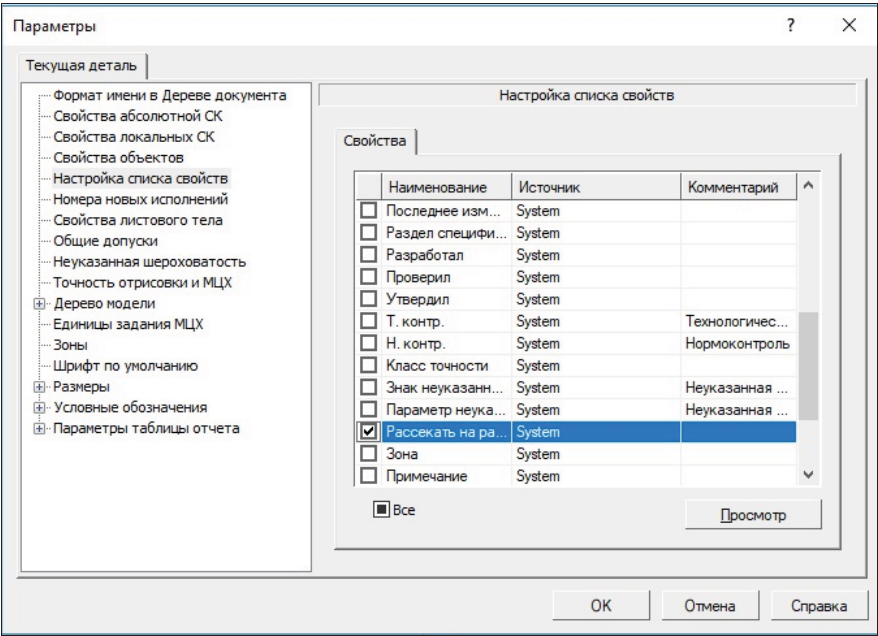
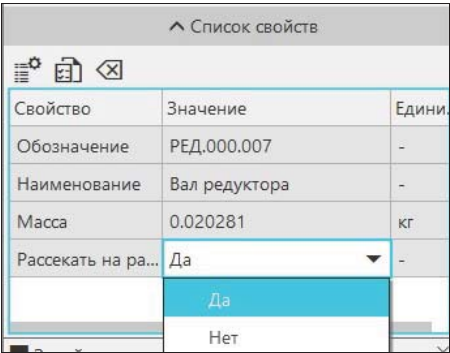

Рис. 23.14. Панель Параметры: Свойства
Рис. 23.15. Секция Список свойств
- ♦ в секции **Список свойств** раскрыт список свойств данной модели. Для добавления в список других свойств нажмите на кнопку  — **Настройка списка свойств**. На экране появится диалоговое окно **Параметры** (рис. 23.14) со списком свойств модели. Можно добавить любое свойство модели на вкладке **Свойства**, поставив "птичку" в окне перед свойством. Но нас интересует свойство **Рассекать на разрезах**. На вкладке **Свойства** с помощью движка найдите и поставьте "птичку" перед свойством **Рассекать на разрезах**. Для ввода данного свойства нажмите кнопку **ОК** в диалоговом окне. В списке свойств появилась свойство **Рассекать на разрезах**. Нажмите кнопку в графе **Значения** и выберите опцию **НЕТ** (рис. 23.15) — в заголовке секции появился значок . Это означает, что отключено рассечение модели на разрезах и сечениях. Впоследствии этот признак можно изменить для любого вида чертежа. Данное свойство рекомендуется применять для валов, осей и т. п.